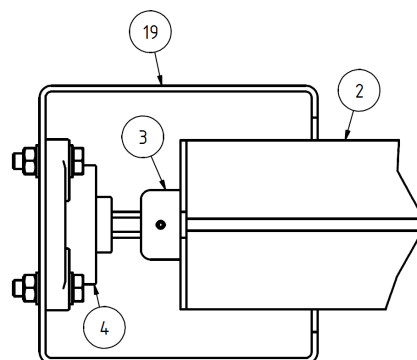

Abbildung 9: Montage der Walzenkapsel im Flanschlager
Schieben Sie das runde Ende des Bolzens der Walzenkapsel (3), wie in Abbildung 9 dargestellt, vollständig in die Bohrung des Flanschlagers (4) und schrauben Sie die Madenschraube des Flanschlagers (4) mit einem Innensechskantschlüssel SW 3 fest. Schrauben Sie anschließend die Madenschraube der Walzenkapsel (3) mit einem Innensechskantschlüssel SW 4 fest, um die Motoreinheit sicher zwischen den Motorfangvorrichtungen (19) zu fixieren.